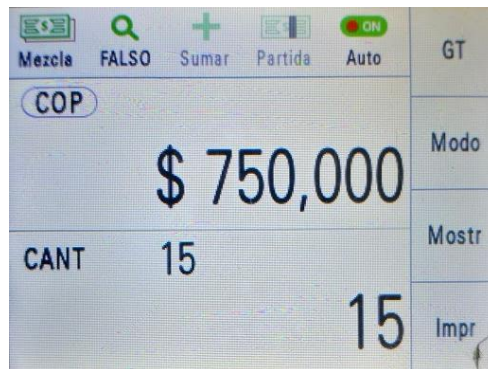

Fig. 20 - Fondo CLARO
- Seleccione el color del fondo del display, puede ser un fondo OSCURO o un fondo CLARO como se muestra en la Fig. 20.